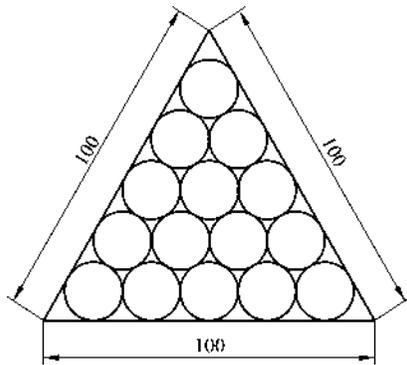

图 1-59 装饰图案
**【实例 1-26】** 绘制如图 1-59 所示的装饰图案。